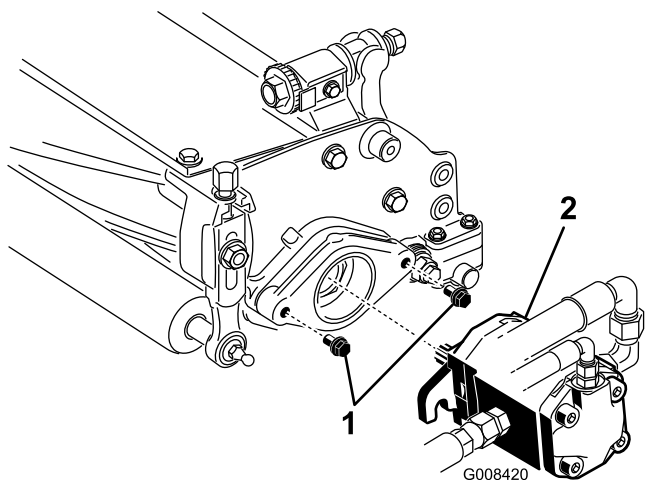

**Figura 11**
5. Deslice hacia atrás el manguito de cada casquillo receptor de la articulación esférica y enganche el receptor sobre el espárrago con bola de la unidad de corte (Figura 11).